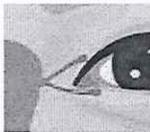

Figura 4.
- 3- Inspeccionar el ocluser una vez que esté dentro del insertador, asegurándose de que está bien colocado. La capucha del ocluser debe ser el mismo nivel que la cánula del insertador. Si el ocluser no se encuentra completamente cargado en el cable, empujar suavemente el ocluser hacia el hoyuelo en forma de cono que se encuentra en la parte central del soporte ocluser. (véase Figura 4)